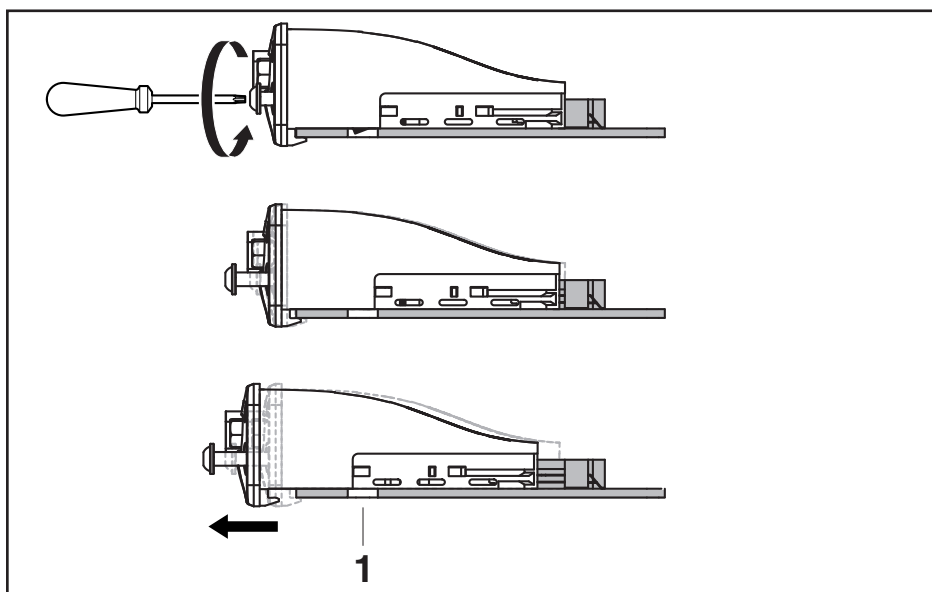

Abb. 4: Arretierung lösen
2. Frontseitige Torxschrauben lösen. Erst bei vollständig gelöster Arretierung (siehe Abb. 4) kann das Schnittstellenmodul IMenip herausgezogen werden.